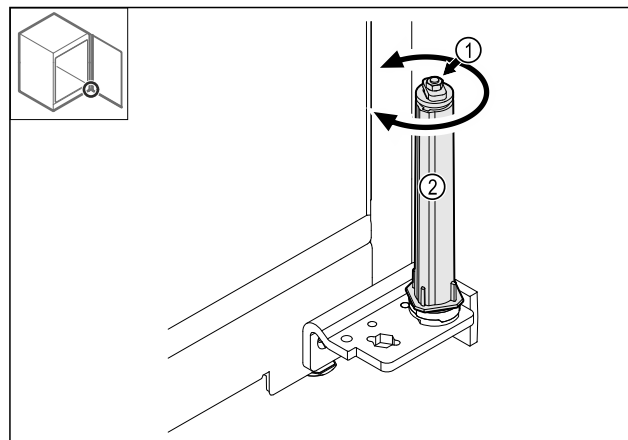

Fig. 40
- ▶ Не разбирайте резьбовое соединение Fig. 40 (1) системы закрытия.
- ▶ Поворачивайте систему закрытия Fig. 40 (2) до щелчка.